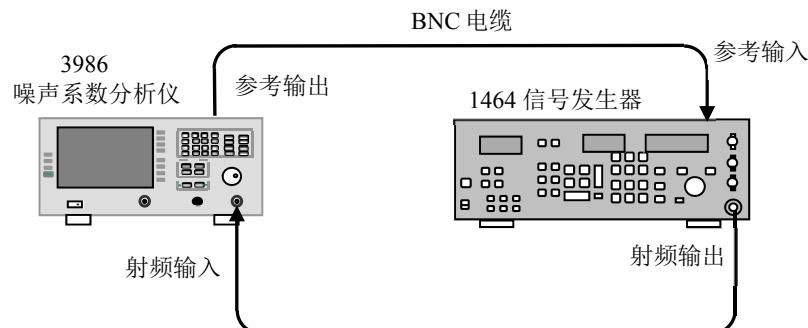

图 8.2 频率调谐准确度测试框图
**步骤 1.** 如图 8.2 所示连接测试设备，开机预热 30min。